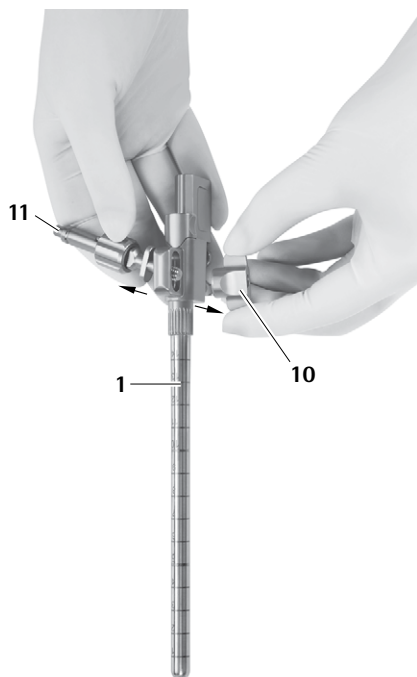

Fig. 13
- Rimuovere l'adattatore braccio di tenuta 11, vedere Fig. 13.